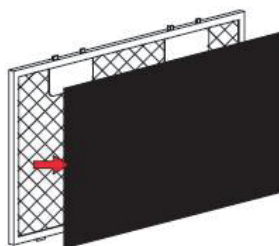

Fig. 2
3. Pour remplacer le nouveau filtre à charbon sur le filtre à graisse, voir Fig. 2.